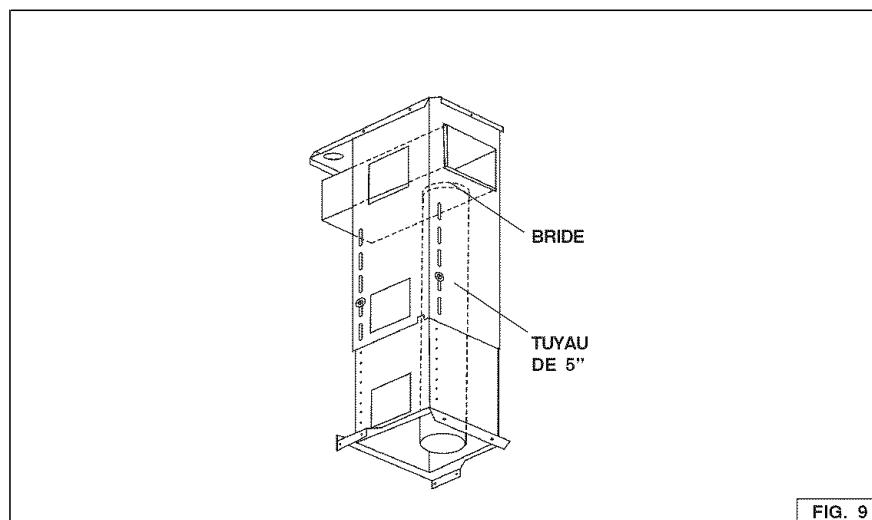

FIG. 9
2. Par les ouvertures de la structure de support, montez la bride sur le déflecteur en le bloquant avec un mouvement rotatoire. Fig. 9.
3. Fixer un tuyau de 5" (125mm) à la bride du déflecteur. Fig. 9.